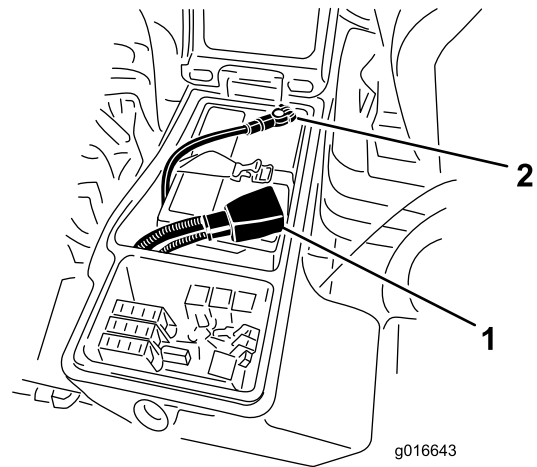

Figura 57
4. Conecte el cable positivo (rojo) al borne positivo (+) y el cable negativo (negro) al borne negativo (-) de la batería (Figura 57). Fije los cables a los bornes con tornillos de caperuza y tuercas. Asegúrese de que el terminal positivo (+) está colocado a tope en el borne, y que el cable está colocado junto a la batería. El cable no debe entrar en contacto con la tapa de la batería. Deslice la cubierta de goma sobre el terminal positivo para evitar posibles cortocircuitos eléctricos.